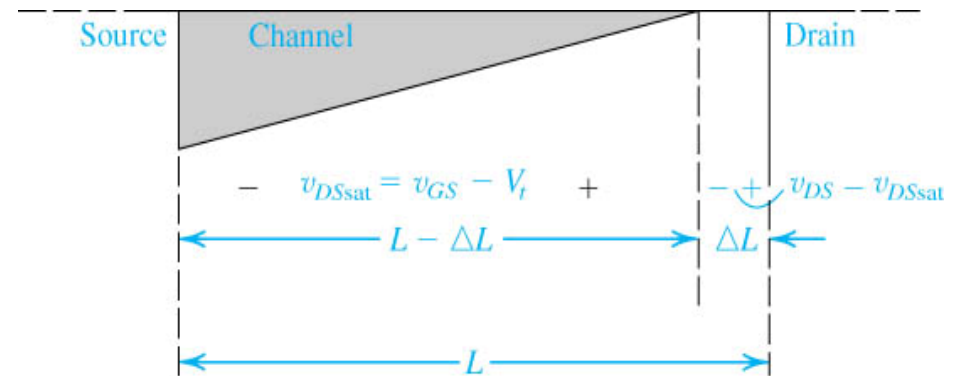

Fig. 15
- Tal é ilustrado na Fig. 15, da qual se nota que a tensão ao longo do canal permanece constante: